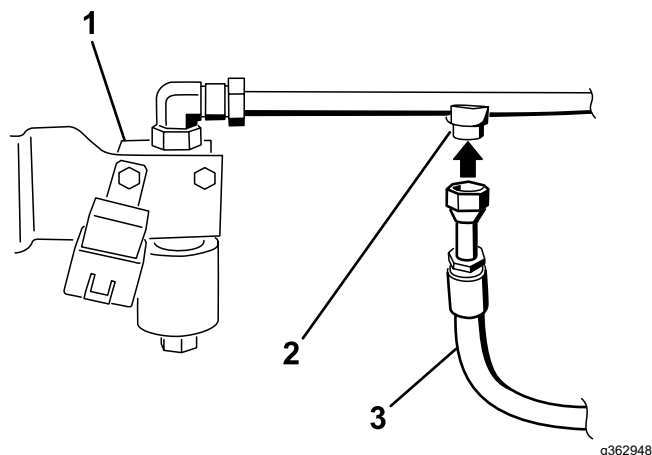

Figura 28
8. Montai furtunul hidraulic cu fittinguri la fittingul de pe conducta hidraulică numărul 2, aa cum se arată în Figura 28.